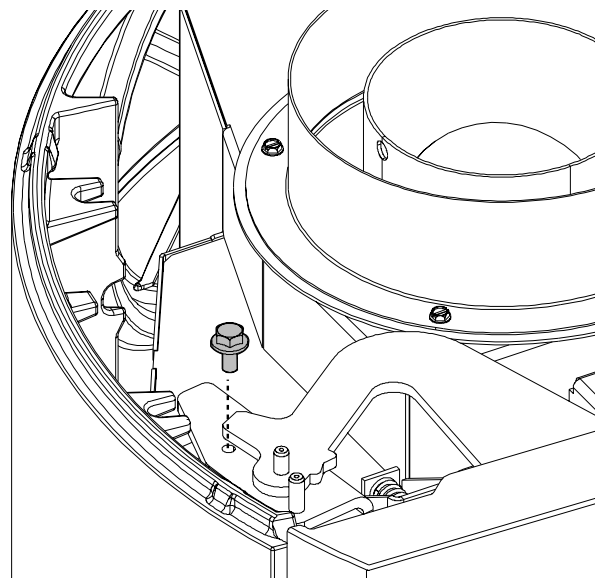

Figure 2.1 Poêles en émail blanc : Utilisez une clé de 10 mm pour retirer le boulon de butée de porte.
- Retirez et jetez le boulon de butée de la porte de la charnière comme indiqué sur la fig. 2.1.